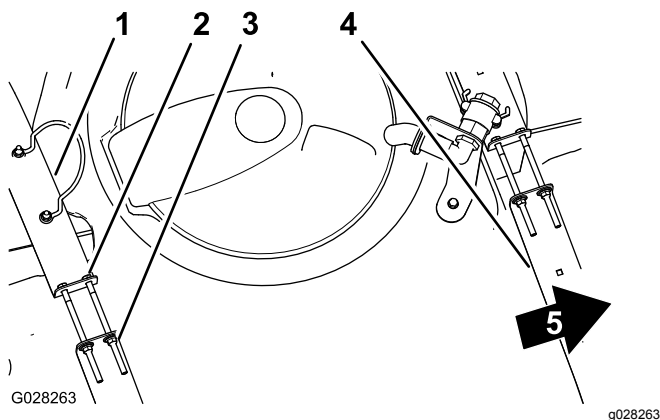

Figure 24
- Assurez-vous qu'il n'y a pas de jeu entre les sangles de la cuve et la cuve (Figure 24).
- Si les sangles de la cuve ne sont pas assez serrées, resserrez les contre-écrous à embase et les boulons en haut des sangles jusqu'à ce que ces dernières soient parfaitement en appui sur la surface de la cuve (Figure 24).